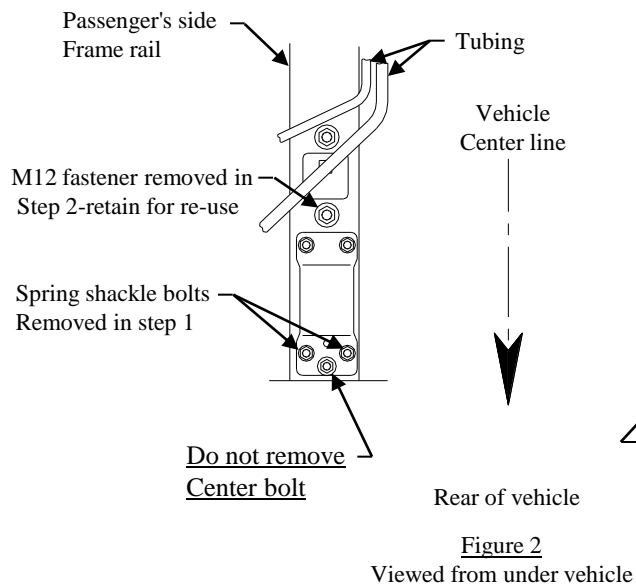

Figure 2
1. Remove (2) rearmost spring shackle mounting bolts, each side, as shown in Figure 2. Retain bolts for hitch installation.
1. De chaque côté, ôter les deux (2) boulons de montage de jumelle de ressort les plus à l'arrière, comme illustré à la Figure 2. Conserver les boulons pour l'installation de l'attelage.